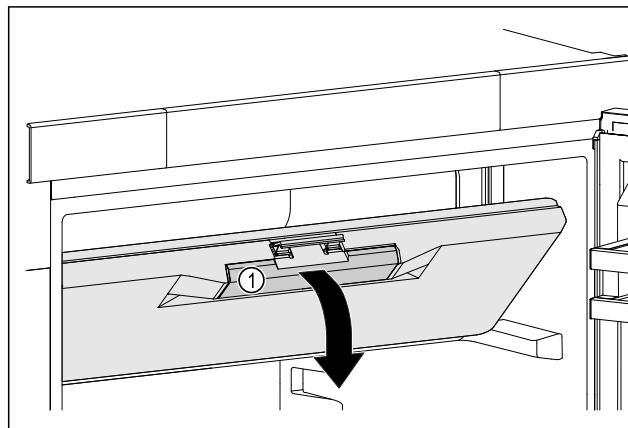

Fig. 48
- Chwycić drzwi komory zamrażalnika za zagłębienie uchwytu Fig. 48 (1).